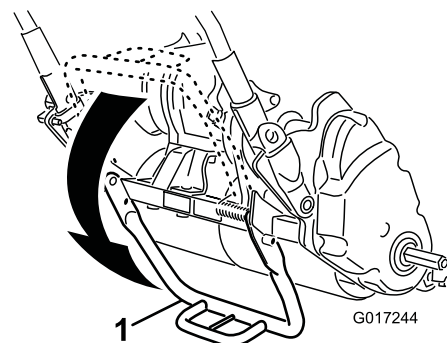

図 18
1. キックスタンドの中央部分を足で押し下げ、機体についている下部ハンドルサポートを引き上げてスタンドで機体を支える 図 18。